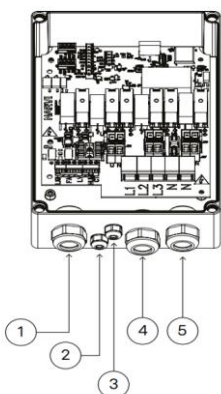
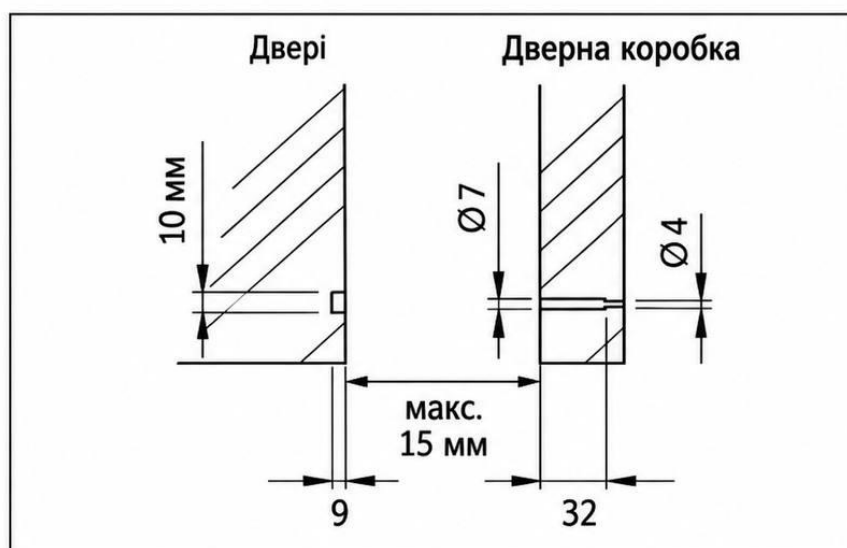

Рисунок 6.4-1. Кабельні вводи блоку живлення
Рисунок 6.8-3. Монтаж датчика і магніту.
- Кабель контролера вводиться в корпус силового блоку через кабельний ввід 1 (Рисунок 6.4-1). Кабель підключається до роз'єму відповідно до схеми підключення (інструкція 5.3)
Дверний вимикач не слід встановлювати у верхній частині дверей, оскільки високі температури послаблюють силу магніту. Вимикач і тримачі магніту можна прикріпити або за допомогою гвинтів, що постачаються (кожен Ø 2,9 x 16), або за допомогою двостороннього скотчу. Вимикач і магніт також можна вбудувати в дерев'яні двері та раму згідно з принциповою схемою (Рисунок 6.8-3). Кабель дверного вимикача (5 м) вводиться в корпус силового блоку через передбачений отвір (рисунок 6.4-1) та підключається до роз'єму згідно зі схемою підключення (інструкція 5.3). За необхідності кабель можна подовжити, зробивши подовжувач відповідно до норм монтажу.